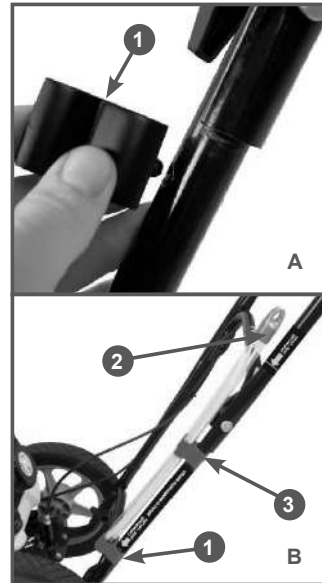

**Рис. 5 Установка колес**
1. Установите правое колесо на ось рамы, используя более длинные: втулку 1 и болт 2 крепления длиной 120 мм (Рис. 5А, 5В). Надежно затяните болт с помощью ключа 14 мм с усилием 34 Нм.
2. Установите левое колесо на ось 3 узла регулятора, используя болт крепления длиной 85 мм (Рис. 5С, 5D). Надежно затяните болт с помощью ключа 14мм с усилием 34 Нм.